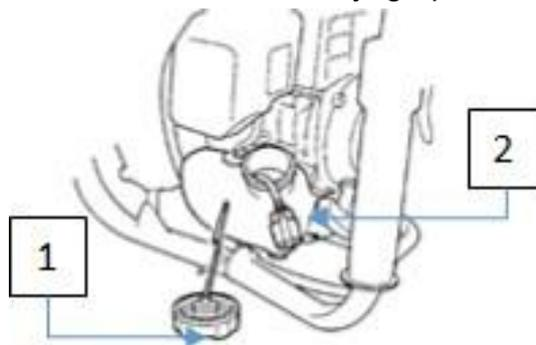

Fig.10
6.4. Filtre de carburant. (Fig.10)